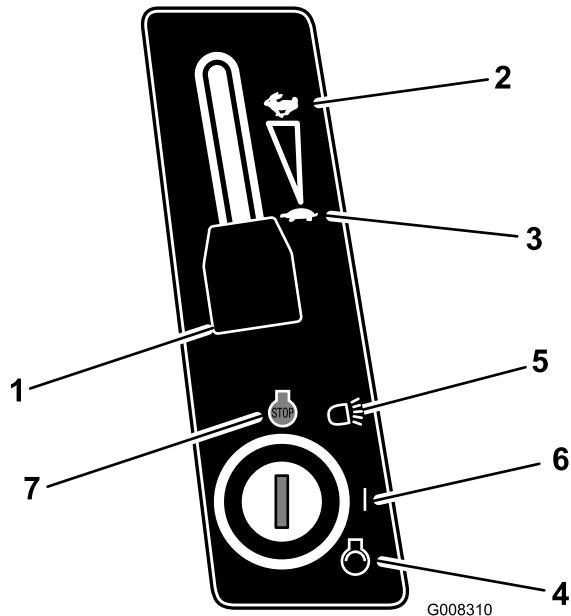

Figura 12
5. Al arrancar un motor frío, coloque la palanca de control del acelerador en la posición Estárter (Figura 12).
6. Mueva la palanca de control del acelerador a la posición Lento (Figura 12).
7. Gire la llave de contacto en el sentido de las agujas del reloj y manténgala en posición Arranque (Figura 12). Cuando el motor arranque, suelte la llave.
8. Cuando el motor arranque, mueva lentamente la palanca de control del acelerador a la posición Rápido (Figura 12).
1. Ponga el acelerador en Lento (Figura 12).
2. Gire la llave de contacto a Desconectado (Figura 12).